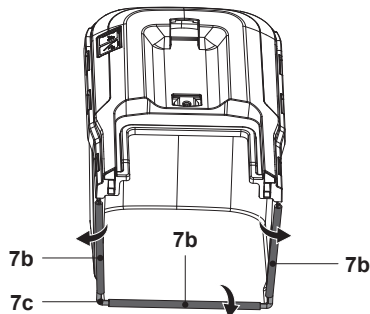

Fig. 5
1. Encaixe os três grampos de borracha (7b) na barra de suporte (7c) do recipiente de recolha de relva (7) (Fig. 5).